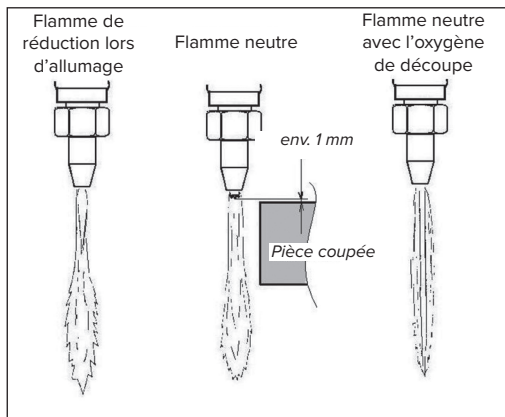

Fig.4: Réglage de flamme
4.2.3. Ouvrez brièvement la vanne de l'oxygène de découpe pour voir l'ajustement correct de flamme neutre et fermez-le. (voir aussi Fig. 4)